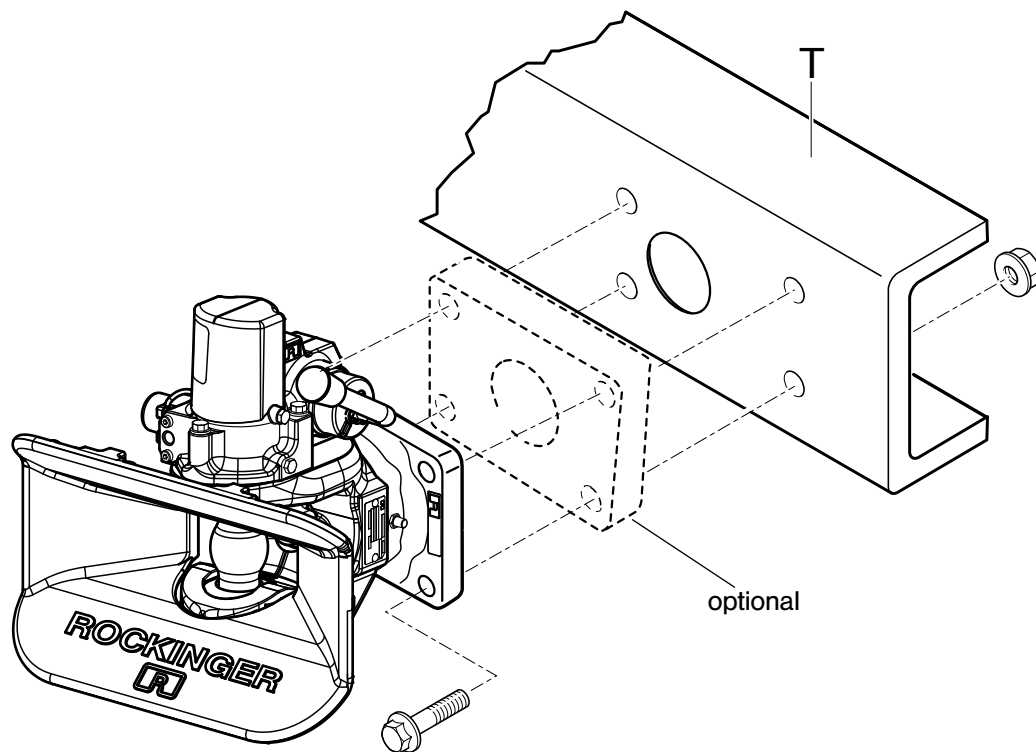

Abb. 1
- Zwischenplatte verwenden (s. Abb. 1, Bestell-Nr. 71053)
**ACHTUNG: Schraubenköpfe müssen zur Kupplungskopfseite (Schlussquerträgeraußenseite) zeigen, um die Beweglichkeit der Kupplung nicht zu beeinträchtigen. Schraubenkopf- und Mutternaufgabe müssen eben, sauber und schmutzfrei sein (s. Abb. 1). Anziehdrehmoment der Schrauben am Befestigungslager**